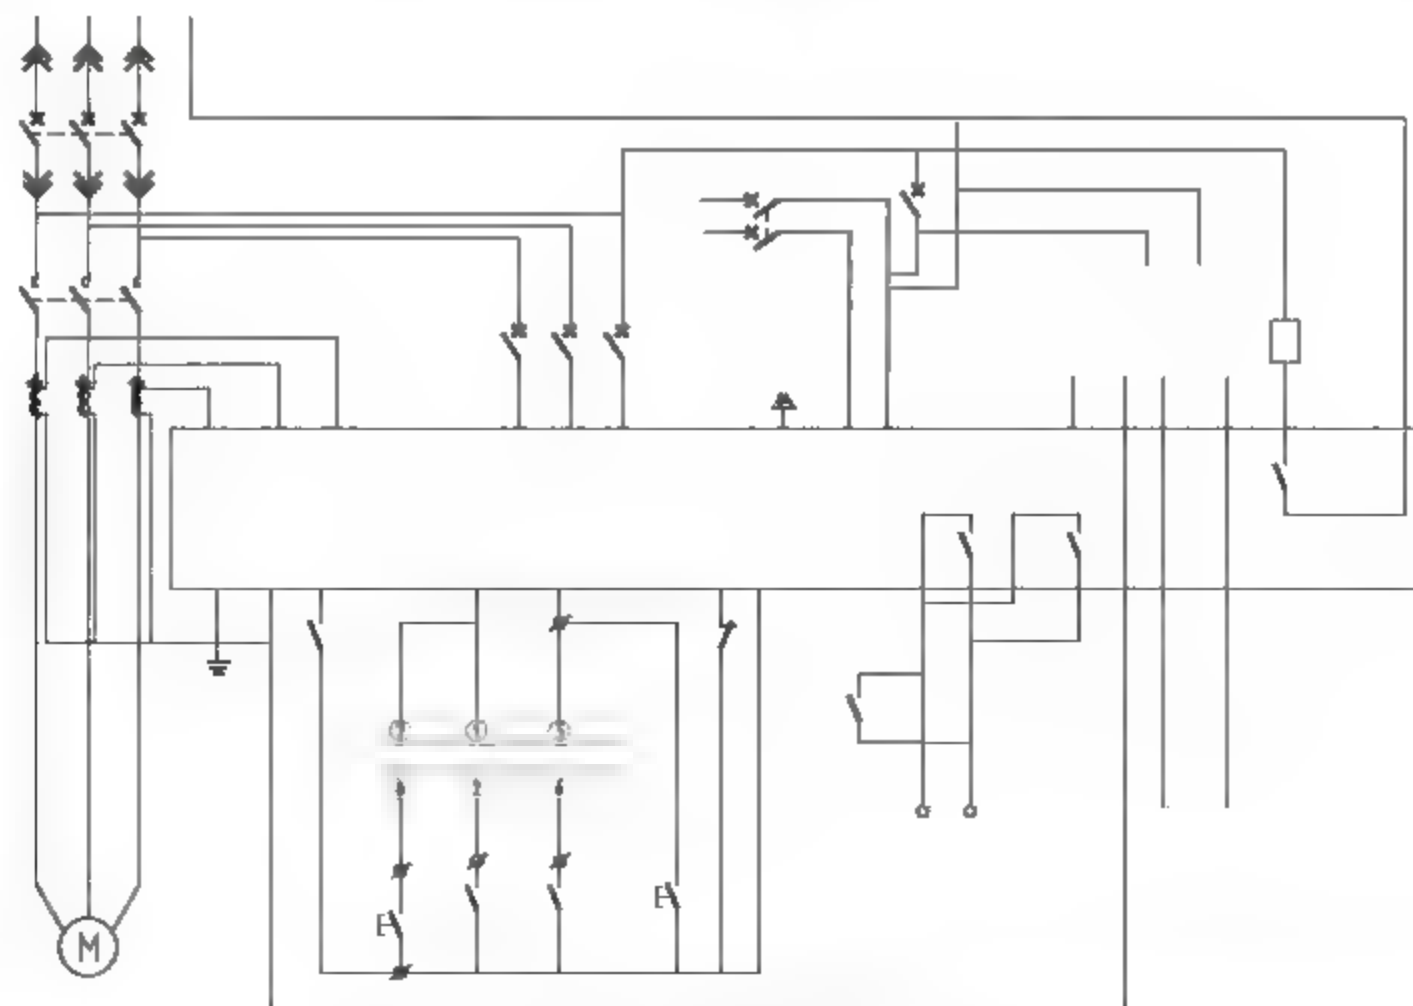

图10-32 修剪线路
**20** 调用TR【修剪】命令，修剪线路；调用L【直线】命令，绘制虚线连接开关图形，操作结果如图10-32所示。